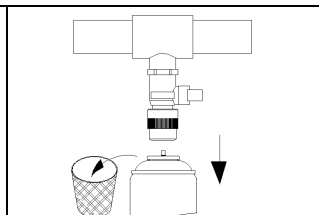

Abb. 5: QUICK-DOS Druckdose entsorgen
- QUICK-DOS Druckdose entleeren und anschliessend entsorgen (siehe Abb. 5).